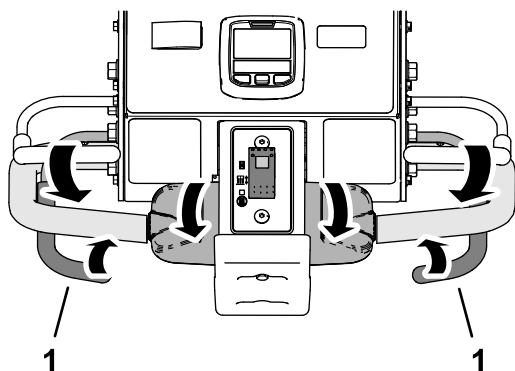

Figure 94
3. Serrez la barre de commande d'aération gauche ou droite (Figure 94).